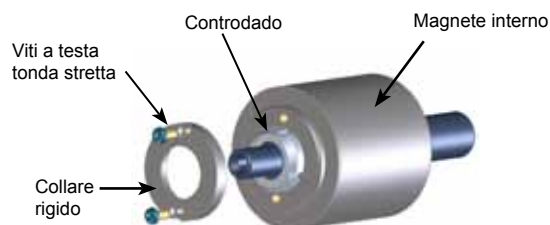

FIGURA 11
3. Togliere le due viti a metallo a testa tonda stretta da 6 mm e il collare rigido. Inserire una sbarra di ottone attraverso l'apertura tra due denti del rotore e togliere il controdado (vedere la figura 11). Estrarre il magnete interno facendolo scivolare dall'albero. Ricordare che si tratta di un magnete molto forte. Se si rendesse necessario smontare ulteriormente la pompa, vedere la fase 7 della sezione **SMONTAGGIO DELLA POMPA**.